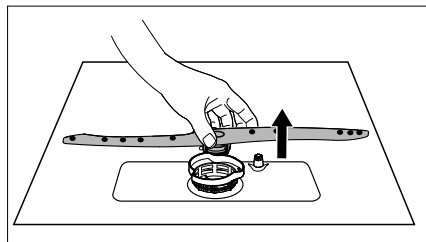

Fig. 22
- ▶ Retirez le bras d'aspersion (1) de l'appareil pour le nettoyer. Pour ce faire, soulevez légèrement le bras d'aspersion et retirez-le (voir **fig. 22**).